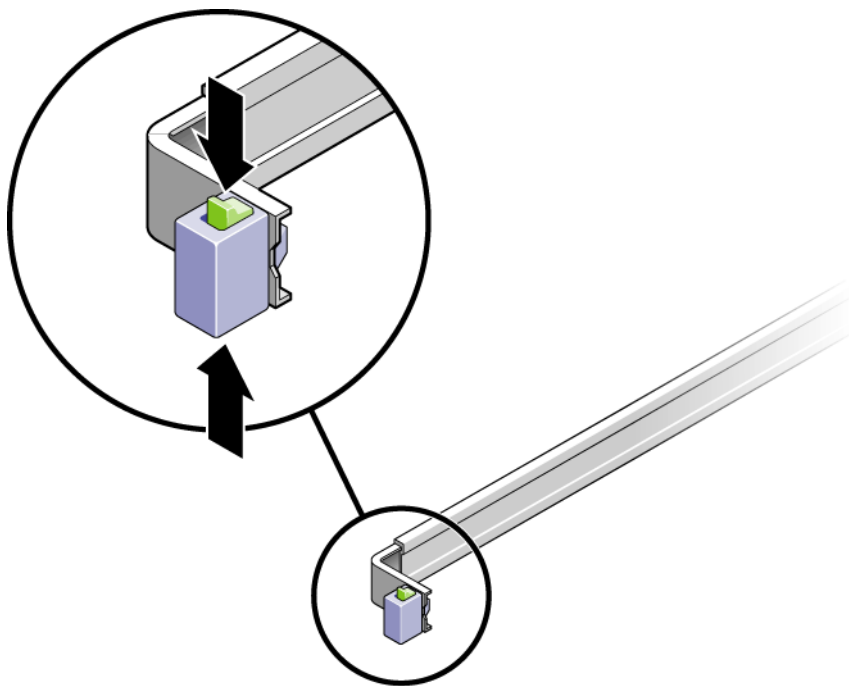

FIGURA 2-13 Desbloqueo de las guías
2. Pulse los botones de desbloqueo de las guías (FIGURA 2-13) que encontrará a ambos lados del servidor y tire suavemente de éste hasta que las guías lleguen al tope de carrera.